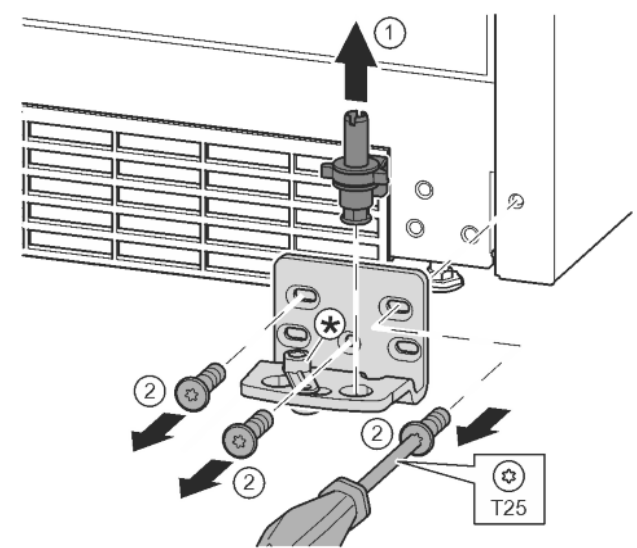

Fig. 16
- ▶ Ložiskový čap vytiahnite úplne nahor. Fig. 16 (1)
- ▶ Skrutky vyskrutkujte skrutkovačom T25 a odnímte ložiskovú konzolu. Fig. 16 (2)